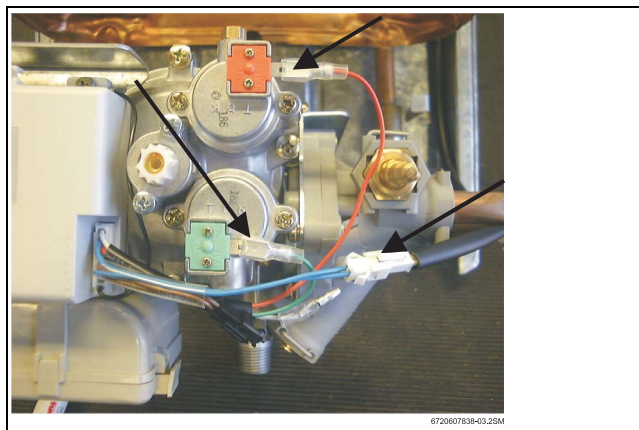

Fig. 3
- ▶ Disconnettere gli altri terminali (servovalvola ed elettrovalvola del gas pilota, microinterruttore e il dispositivo di controllo del tiraggio (Fig. 3).